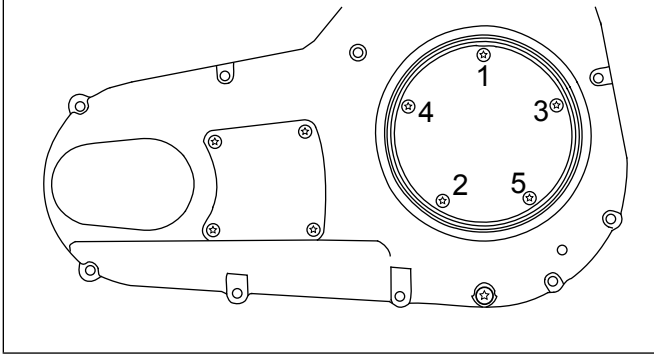

Figura 1. Secuencia de apretado, cubierta de inspección del embrague
5. Instale la cubierta de inspección del embrague (1) y la junta en la cubierta del guardacadena primario usando los tornillos y arandelas del kit. Apriete los tornillos a 10–12 N·m (84–108 **in-lbs**) en la secuencia que se muestra en la Figura 1.